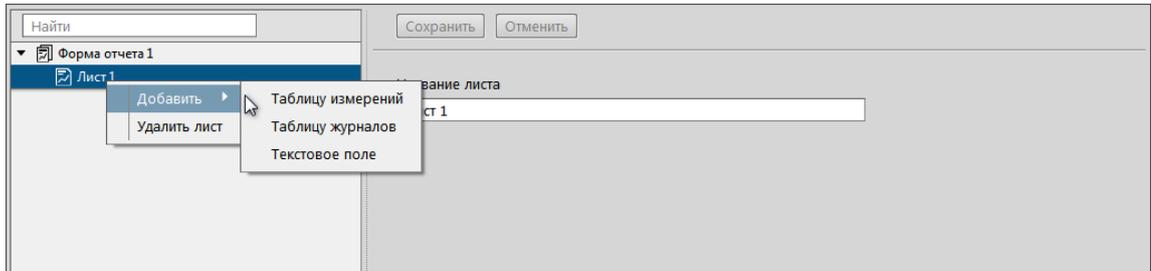

Рисунок 302 - Наполнение формы отчета
3. Нажмите **Добавить лист** по созданному листу и выберите необходимый блок данных: **Таблицу измерений**, **Таблицу журналов** или **Текстовое поле** (Рисунок 302).